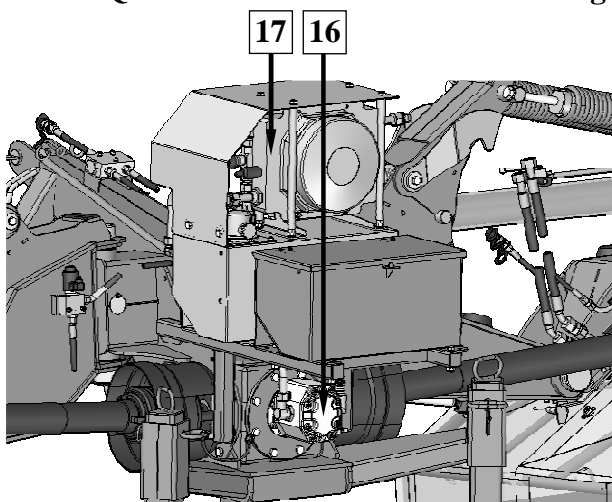
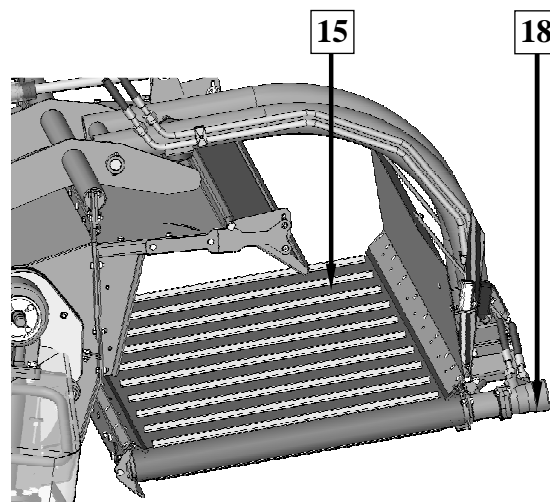

Abb. 4. Hydrauliksystem der Querförderbänder
Abb. 5. Querförderband zur Schwadbildung
Die Dreipunktaufhängung (1) ermöglicht den Anbau des Mähers am Dreipunktturm des Schleppers. Der Antrieb wird von der Zapfwelle des Schleppers mithilfe einer Gelenkwelle (9) und einem Winkelgetriebe (3), auf die Antriebswelle (6) übertragen, welche durch zwei weitere Winkelgetriebe (7) die Mähbalken (4) antreibt. Auf dem Mähbalken befinden sich Mähscheiben mit je 2 Messern pro Scheibe. Zusätzlich wird der Antrieb von der Zapfwelle über das Winkelgetriebe (3), die Gelenkwelle (6), die beiden Winkel- (7) und Kettengetriebe (13) auf die Zinkenaufbereiter (12) (betrifft die Modelle KDD 860 S und KDD940 S) oder wird direkt auf die Zinkenaufbereiter übertragen (betrifft die Modelle KDD 861 S und KDD 941 S.) Zum Übergang in die Arbeitsstellung dienen zwei Hydraulikzylinder (2) die von der Hydraulik des Schleppers betrieben werden. Der Trägerrahmen (11), auf dem der Mähbalken (4) angehängt wird, wird von Federentlastung entlastet (8). Zusätzlich kann das Mähwerk mit Querförderbändern zur Schwadbildung (15 - Abb. 5) ausgerüstet werden. Diese werden von einem eigenen Hydrauliksystem angetrieben, welches aus einer Hydraulikpumpe (16 - Abb. 4), Ölkühler (17 - Abb. 4) sowie zwei Hydraulikmotoren (18 - Abb. 5) besteht. Ein-/Ausschalten der Querförderbänder erfolgt unabhängig von einem Steuerpult, welches sich im Fahrerhaus befindet. Auf dem Hauptrahmen wird die Schutzabdeckung (5) befestigt. Der Mäher wird im Standard mit Warnsignaltafeln (10) ausgerüstet.
Zusätzlich kann das Mähwerk mit Querförderbändern zur Schwadbildung (15 - Abb. 5) ausgerüstet werden. Diese werden von einem eigenen Hydrauliksystem angetrieben, welches aus einer Hydraulikpumpe (16 - Abb. 4), Ölkühler (17 - Abb. 4) sowie zwei Hydraulikmotoren (18 - Abb. 5) besteht. Ein-/Ausschalten der Querförderbänder erfolgt unabhängig von einem Steuerpult, welches sich im Fahrerhaus befindet.